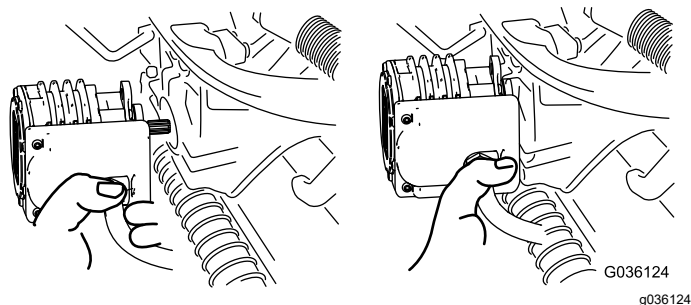

図 66
4. 外したモータは、サスペンションアームの前部にある一時保管位置にセットしておく(図 66)。